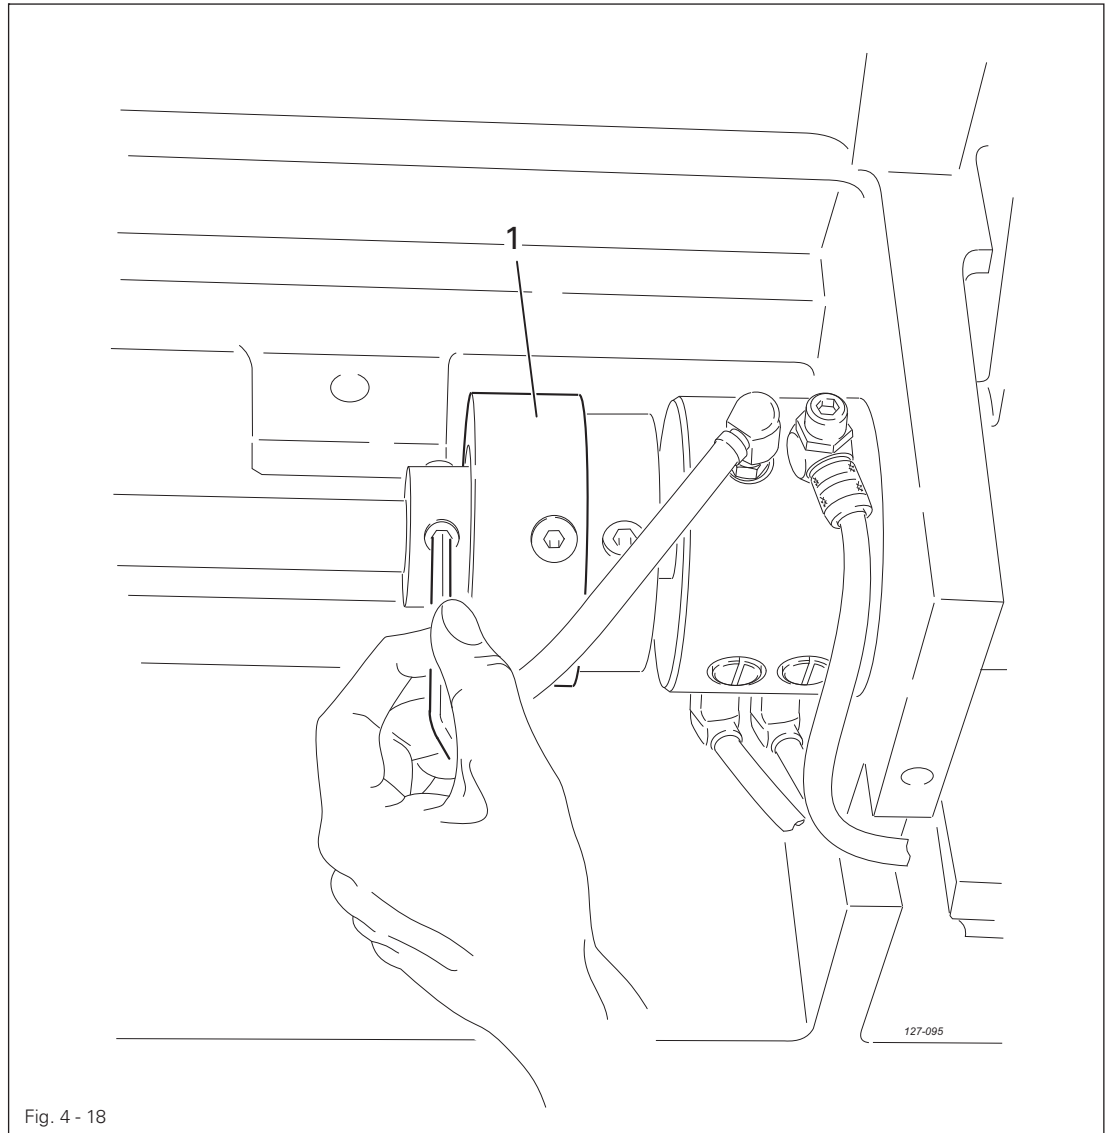

Fig. 4 - 18
- Kupplung 1, wie in Fig. 4 - 18 gezeigt, gegenhalten und am Handrad drehen, bis die Kupplung 1 spürbar wieder einrastet.